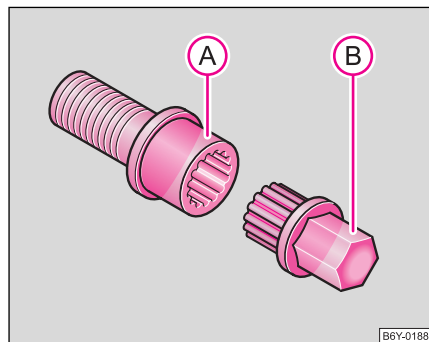

Fig. 162 Tornillo de seguridad para ruedas con adaptador
- Introducir el adaptador (B) con su lado dentado hasta el tope de tal modo en el dentado interior del tornillo de seguridad para ruedas (A), que ya sólo sobresalga el hexágono exterior ⇒ fig. 162.
- Calar la llave de rueda hasta el tope en el adaptador (B).